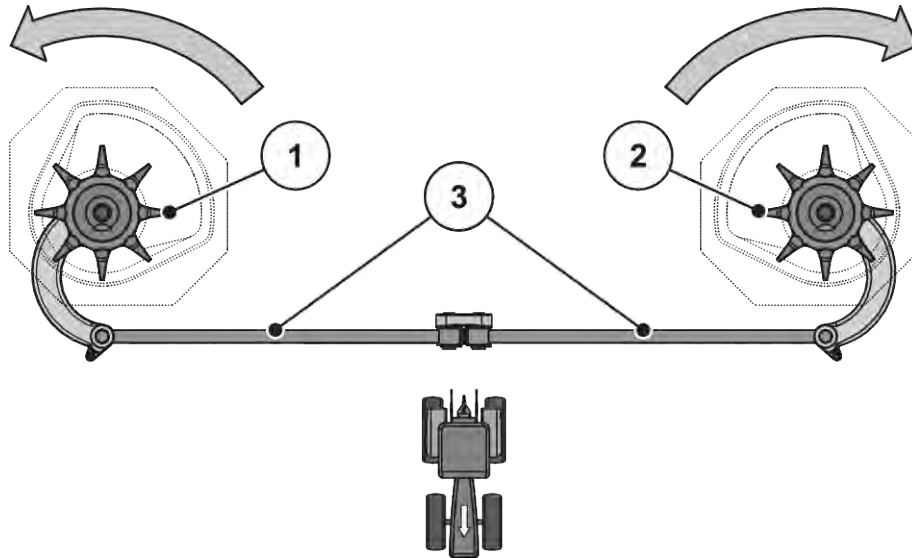

Fig. 54: Verificarea acționării agitatorului
- Rotiți cu mâna capul de amestecare **în sensul de rotație al discului aruncător**. A se vedea Fig. 54 Verificarea acționării agitatorului.
- Rotiți energic capul de amestecare cu mâna sau cu ajutorul unei benzi de filtru de ulei **în sensul contrar sensului de rotație al discului aruncător**. A se vedea Fig. 54 Verificarea acționării agitatorului